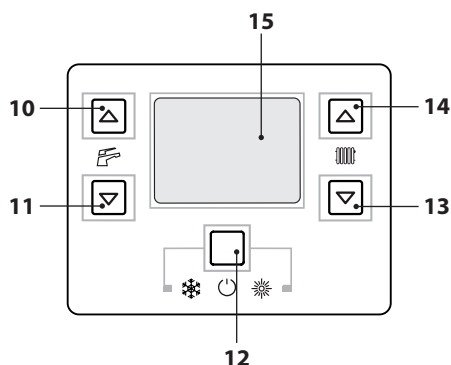
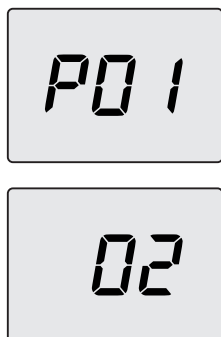

Figura 5.42
Figura 5.43
- Entrare in "modalità programmazione" premendo contemporaneamente per 10 secondi i tasti 12-13-14 (Figura 5.42) fino a far apparire sul display LCD le lettere **P01** che si alternano con il valore del parametro, indicando l'entrata nel "parametro 01" (Figura 5.43).
- Premendo il tasto 12 (Figura 5.42) si ottiene la conferma del valore inserito.
- Premendo contemporaneamente i tasti 12 e 13 (Figura 5.42) si esce senza modificare il valore (ritorno alla lista parametri Figura 5.44)
- Premendo contemporaneamente per 10 secondi i tasti 12-13-14 (Figura 5.42) si esce dalla "modalità programmazione".